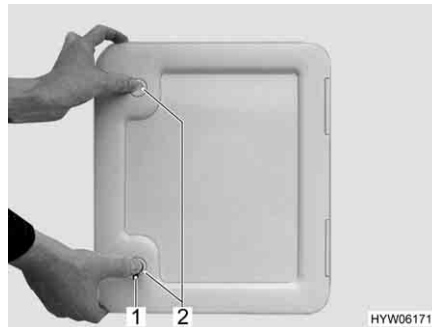

Fig. 26 Sportello per il serbatoio fecale
- Inserire la chiave nel cilindro della serratura a pressione (Fig. 26,1) e ruotare di un quarto di giro.
- Premere contemporaneamente con i pollici entrambe le serrature a pressione (Fig. 26,2) e aprire lo sportello del serbatoio fecale.
- Inserire la chiave nel cilindro della serratura (Fig. 26,1) e ruotare di un quarto di giro.